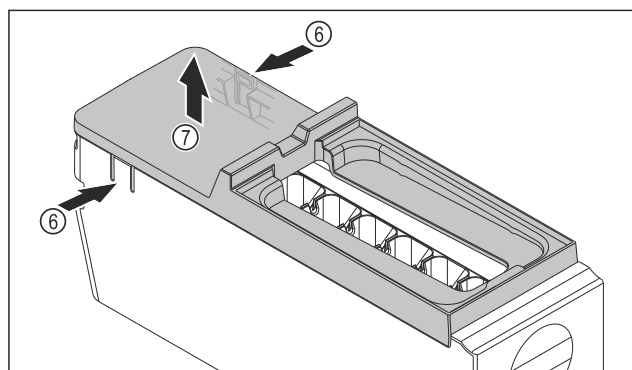

Fig. 121
- Izvadite poklopac tijela sustava EasyTwist-Ice: Pritisnite jezičke Fig. 121 (6) na obje strane tijela sustava EasyTwist-Ice jednom rukom.
- Poklopac Fig. 121 (7) drugom rukom izvucite prema gore.